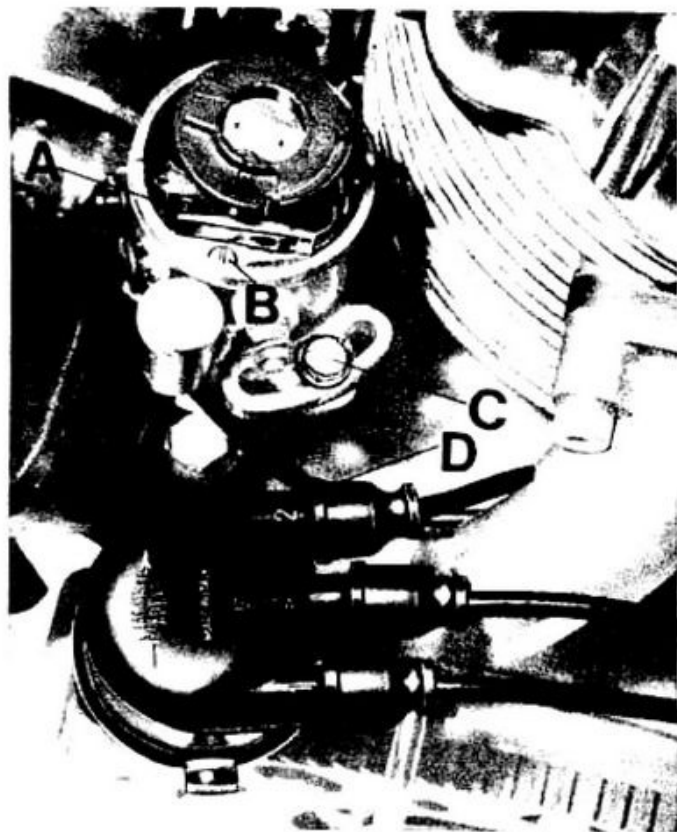

Fig. 141
- verificare l'apertura dei contatti (A di fig. 141) del distributore d'accensione sia di mm 0,42 ÷ 0,48 se non fossero, agire sulla vite di regolazione (B di fig. 141);
Se i contatti si aprono prima o dopo il punto stabilito, occorre allentare il bullone (C di fig. 141) che blocca il distributore d'accensione sul suo supporto, indi ruotarlo a destra o a sinistra fino a che i contatti inizino l'apertura esattamente al punto stabilito.
Montare quindi la calotta e collegare i cavi alle rispettive candele ed alla bobina d'accensione. Ricordarsi che il cavo che parte dal n. 2 stampigliato sulla calotta va collegato alla candela del cilindro n. 2 (sinistro) ed il cavo n. 1 alla candela del cilindro n. 1 (destro) ed il cavo che parte dalla calotta con stampigliato «BOBINA» alla bobina d'accensione (vedere fig. 141).